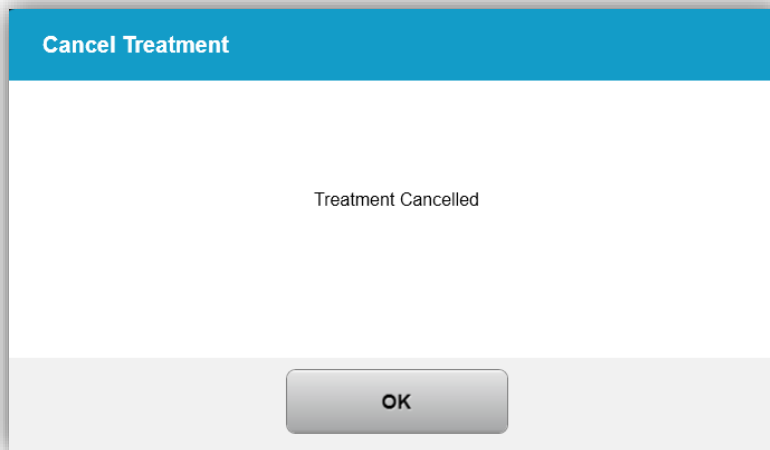

Figura 3-30. Conferma dell'annullamento del trattamento
- Se l'annullamento del trattamento è stato confermato, lo schermo visualizza il messaggio "Treatment Cancelled" (Trattamento annullato), come mostrato nella Figura 3-30.